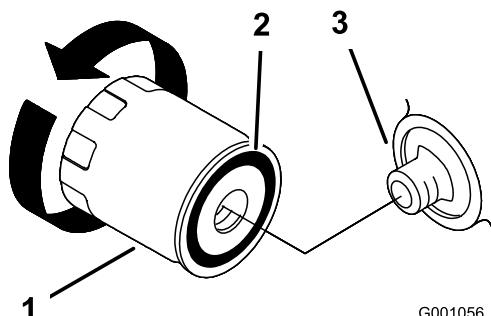

Figure 47
- Tournez le filtre dans le sens anti-horaire pour le déposer (Figure 47 et Figure 47).